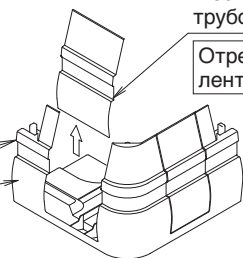

Рис. 45
- Для трубопровода, направленного в обратном направлении и вправо, отрежьте угловую крышку, как показано на Рис. 45 и снимите ее. (Во время резки обращайте внимание на предостережение и устанавливайте на внутреннем блоке так, чтобы части угловой крышки не отпали.)